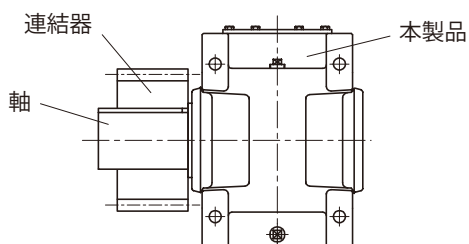

図 5-3
- ・スプロケットやギヤは荷重の作用点が軸中央より本製品側へくるようにしてください。(図 5-3)